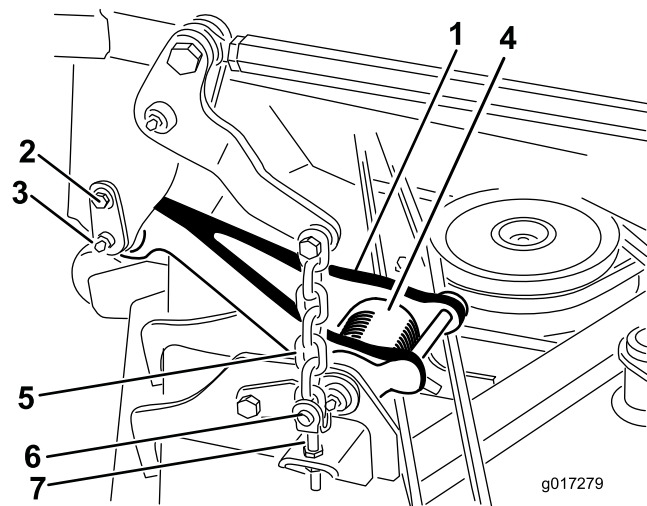

图 4
**注意** 当滚刀组处于升起位置时拉杆扭转弹簧张紧力 图 4 会减小使拉杆更易于从机器上断开。
2. 从机器两侧断开拉杆 图 4。
- A. 卸下将固定销固定到承载架的轴肩螺丝 图 4。
- B. 小心将固定销从承载架滑动到拉杆 图 4。
- 卸下将提升链固定至除草机调节挂钩的 4 个环形销和柱销图 4。
- 用 4 个柱销和环形销将滚刀组提升链固定至除草机调节挂钩图 4。
- 将拉杆与承载架对齐并用固定销连接拉杆图 4。用轴肩螺丝将固定销固定到机架图 4。